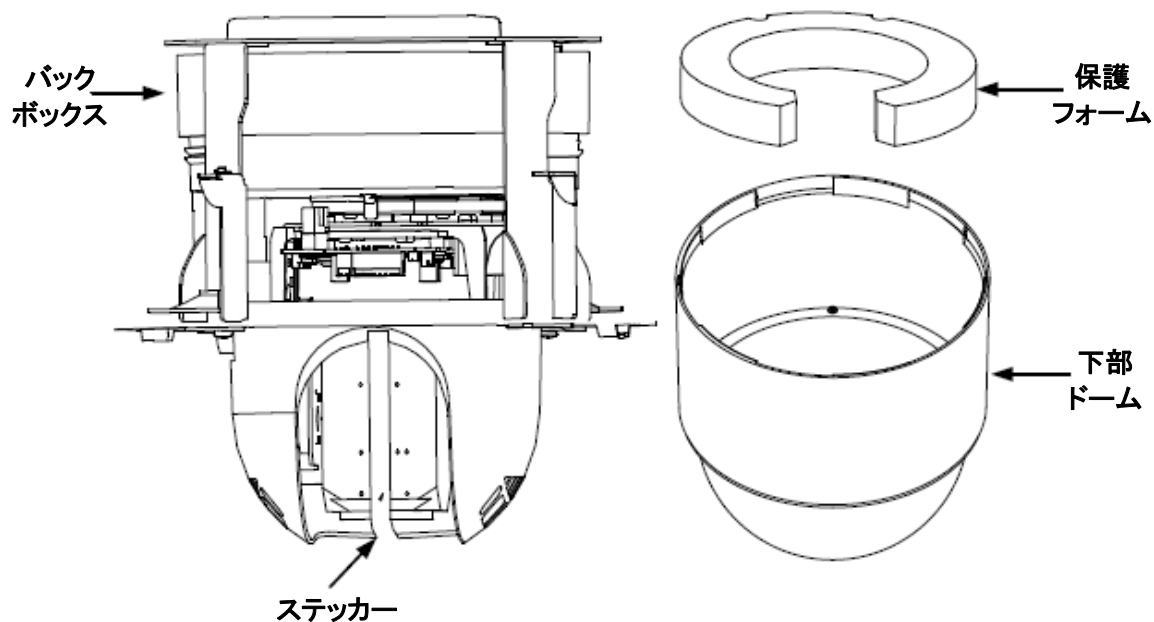

図 1-30 保護アクセサリを取り外す
2. 図 1-30 に示すように、下部ドームを反時計回りに回して、バックボックスから分離します。